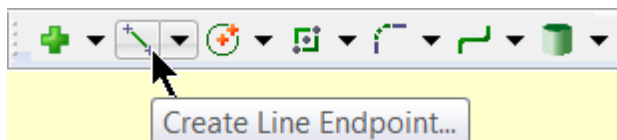

Figura 2.2.1
- a- Izquierda haga clic en el icono del comando crear línea de punto final, como se muestra en la figura 2.2.1.